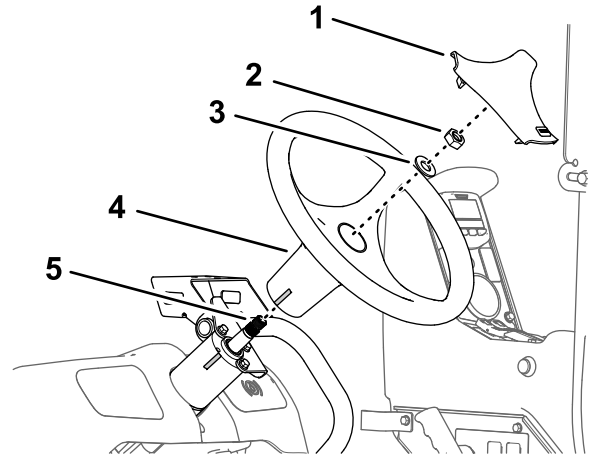

Bild 163
- Fluchten Sie die Bandmarkierung am Lenkrad mit der Bandmarkierung am Gehäuse des Lenkventils aus (Bild 163).
- Befestigen Sie das Lenkrad mit der Scheibe (5/8") und Mutter (5/8"), die Sie in Schritt 3 in Entfernen des Lenkrads \(Seite 74\) entfernt haben, auf dem Schaft des Lenkventils (Bild 163).